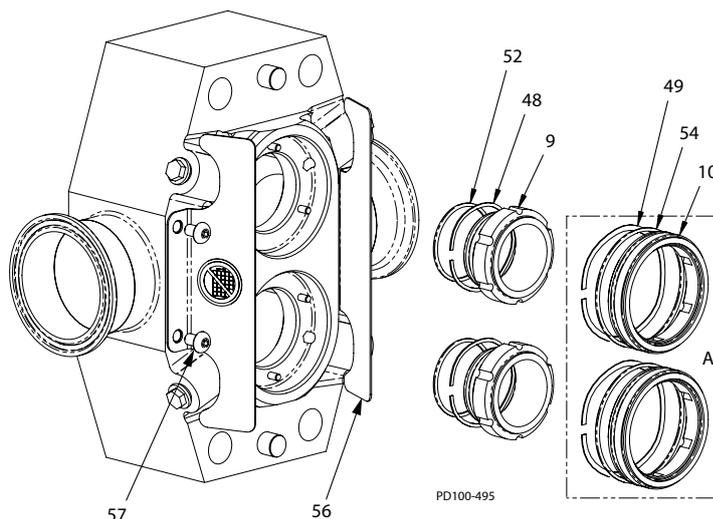

Figura 53 - Instalação da Vedação do Eixo
3. Instale o anel em O da vedação interna (Figura 53, item 52) na ranhura da vedação interna e instale a mola ondulada (item 48) sobre o corpo das vedações internas (item 9).
5. Aperte as proteções (Figura 53, item 56) ao corpo com os parafusos com cabeça de botão (item 57).
6. Para bombas equipadas com vedações duplas (Figura 53, suplemento A):
Instale o anel em O da vedação externa (Figura 53, item 54) na ranhura da vedação externa (item 10).